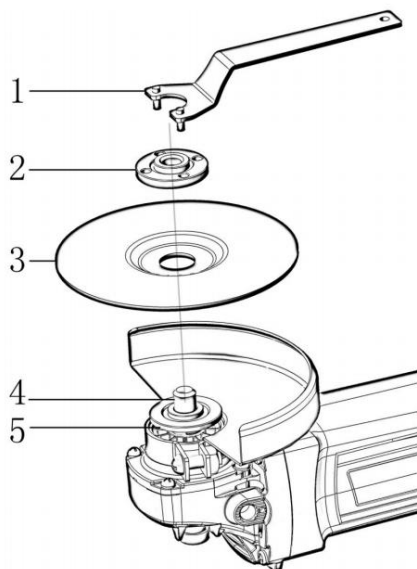

Fig 3
1. Zamontuj kołnierz wewnętrzny na wrzecionie, dopasuj koło/tarczę na wewnętrznym kołnierzu i przykręć zewnętrzny kołnierz na wrzecionie (rys. 3)